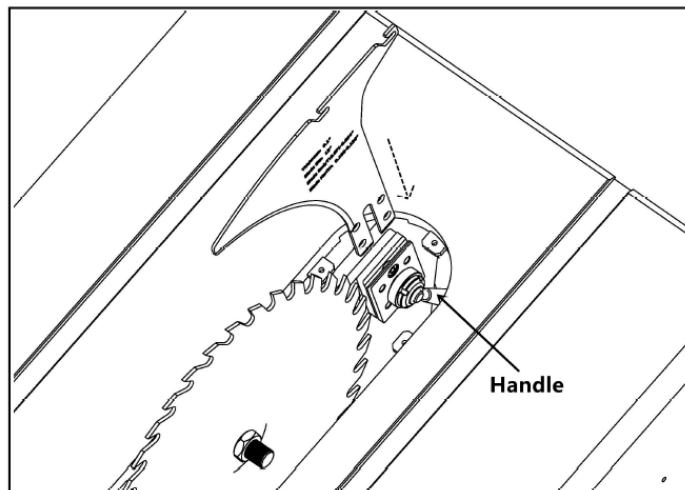

Рисунок 15
2. Разблокируйте ручку. Рис. 15
3. Вставьте расклинивающий нож до упора в блок, затем зафиксируйте рукоятку. Рис. 15